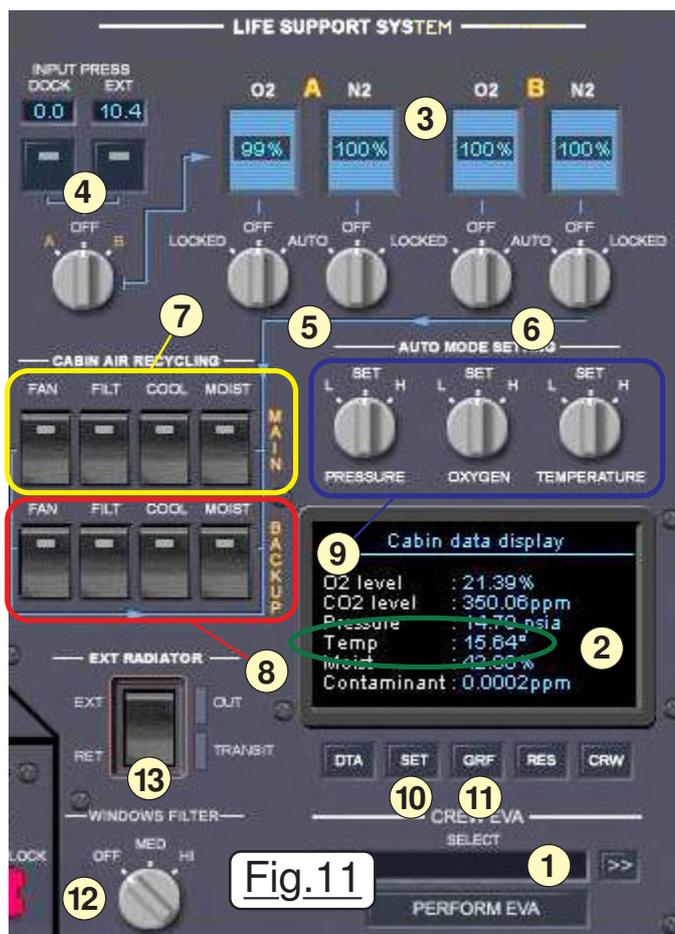

Fig.11
réparer la machine pour son envol, c'est bien, mais il est devenu grand temps de penser au confort et à la survie de nos passagers. C'est tout aussi important. Rassurez-vous, une fois le "Life support panel" conditionné, tout sera réalisé et surveillé automatiquement. Sauf incident, on pourra oublier cet aspect des choses et se concentrer sur le pilotage proprement dit. La zone de maîtrise de l'air conditionné nommée **Life support panel** dans les check-lists est montrée sur la figure 11. Ne pas
- Déployer le radiateur externe en plaçant **EXT RADIATOR** sur **EXT**. (Bouton **13** de la Fig.11)